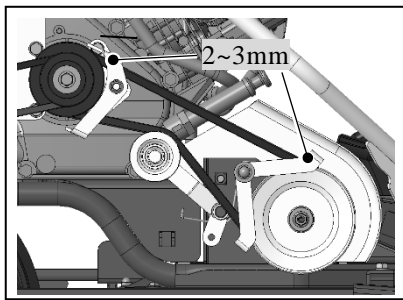

図 3
- 3)エンジン側、ナイフ側ともにベルトとベルト押さえとの間隔がともに 2~3mm になるよう図 3 を参考にベルト押さえの位置を調整してください。
④変速ワイヤ調整